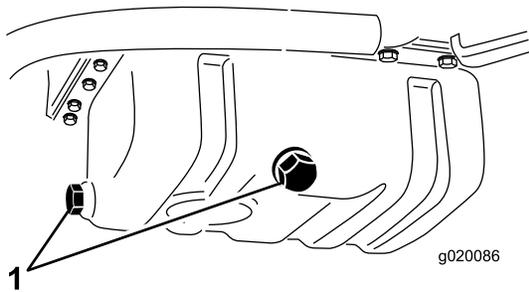

図 53
2. どちらかのドレンプラグ (図 53) を外してオイルを容器に受ける。オイルが抜けたらプラグを元通りに取り付ける。